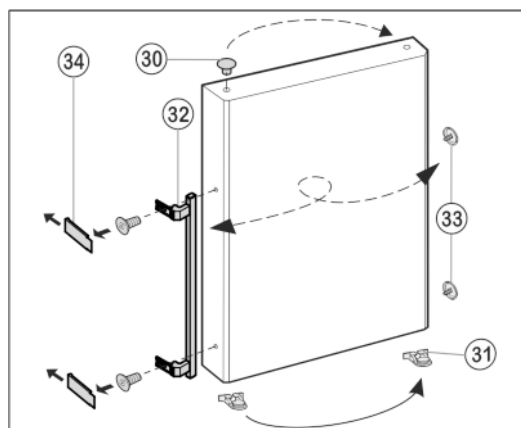

Fig. 12
- ▶ Lyft ur pluggen *Fig. 12 (30)* från dörrlagerbussningen och flytta den.
- ▶ Demontera dörrhandtag *Fig. 12 (32)*, pluggar *Fig. 12 (33)* och tryckplattor* *Fig. 12 (34)* och flytta till motsatta sidan.